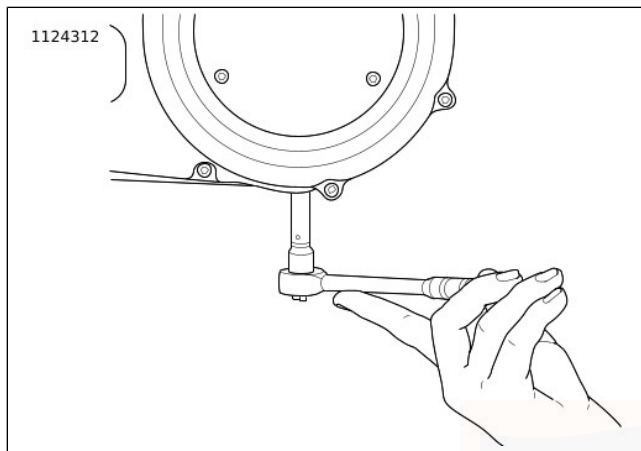

Abbildung 51. Ausbau/Einbau der Kettengehäuse-Ablassschraube
3. Siehe Abbildung 51. Das Primärkettengehäuse entleeren.